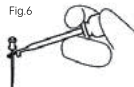

Fig.6
- 7.2.1. Saisir la lime insérée dans le canal radiculaire avec le clip. Tenir la partie supérieure métallique (près du manche). (Fig. 6)